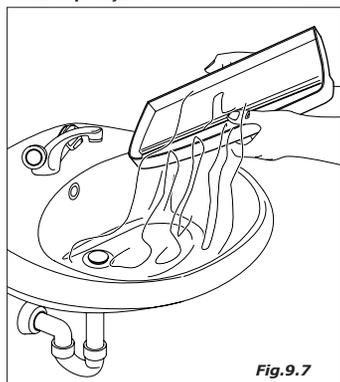

Fig.9.7
- esvaziar os recipientes fundos líquidos, limpá-los e/ou substituí-los (Fig.9.7)